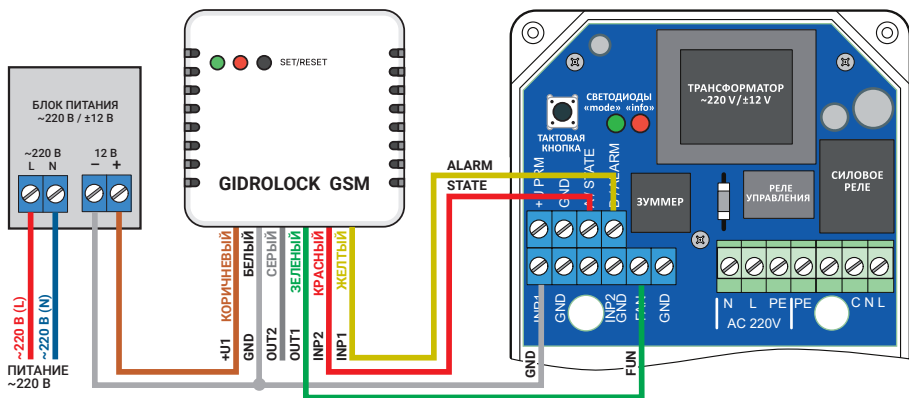

Рис. 5. Схема подключения GSM-модема GIDROLOCK с внешним блоком питания (пример подключения).
5.6 К блоку управления можно подключить **GSM-модем GIDROLOCK**. Схема подключения приведена на рис.5. Для питания GSM-модема GIDROLOCK потребуются внешний отдельный блок питания 220В/8...15В (1,0А).